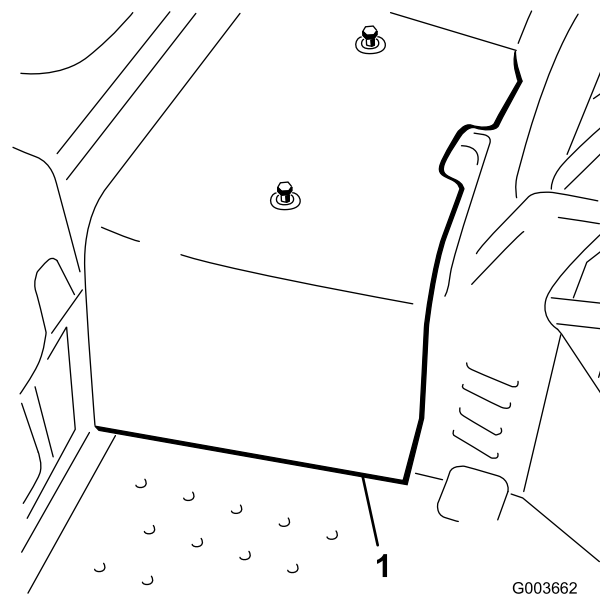

Figura 3
5. Desligue e retire o resguardo central da estrutura (Figura 3)